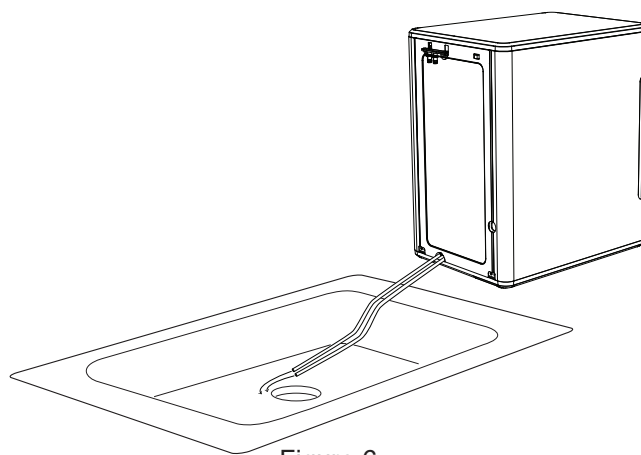

Figure 6
11. Pour vidanger, mettez les tuyaux dans un évier ou un seau qui se trouve plus bas que le niveau de la machine à glaçons. Voyez les figures 6 et 7.